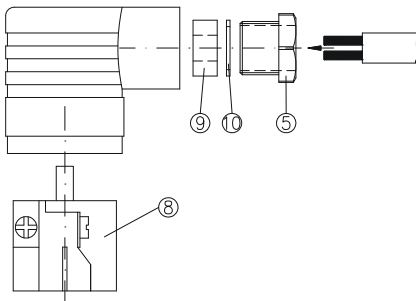

Abb. 10
- ↪ Führen Sie die Anschlussleitung durch die Kabelverschraubung ⑤, den Druckring ⑩ und den Gummieinsatz ⑨ in die Leitungsdose ein (⇒ Abb. 10).